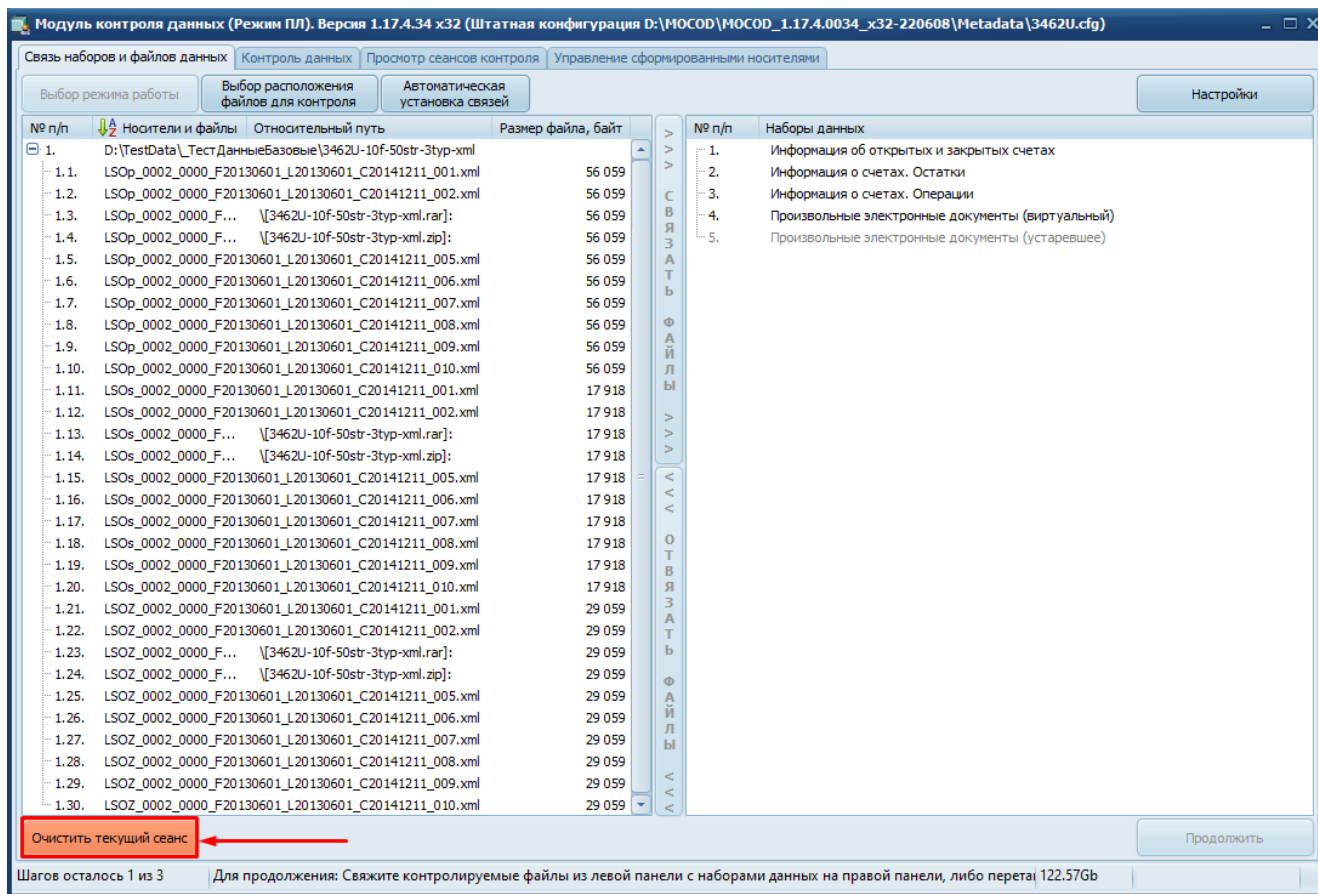

Рисунок 31 – Очистка текущего сеанса
- 1) Нажать кнопку «Очистить текущий сеанс» (Рисунок 31).